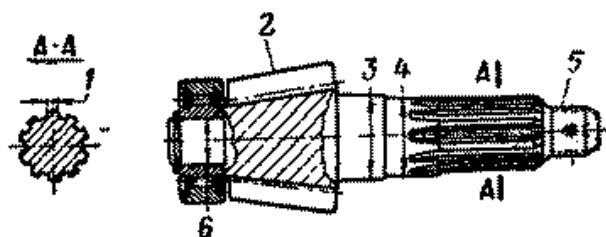

Рис. 147. Ведущая шестерня главной пары с подшипником в сборе
2. Ведущая шестерня главной пары (рис. 147)